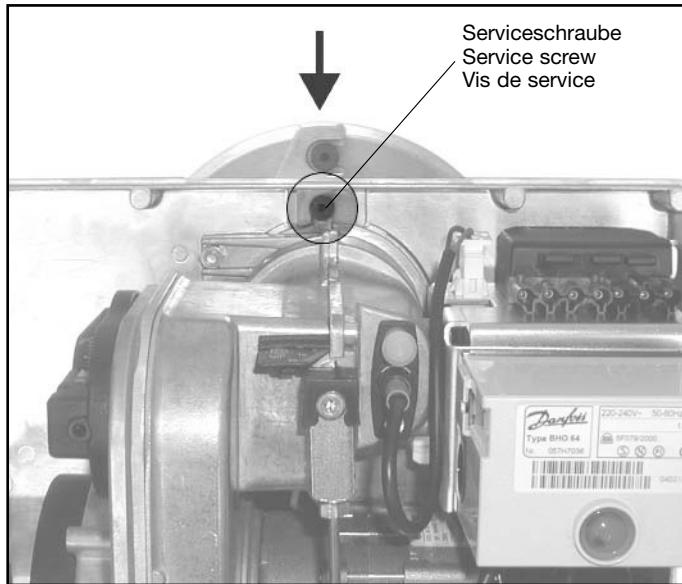

Abbildung 8 / Figure 8
- Serviceschraube lösen (siehe Abb. 8) und den Flansch mit Brennerrohr abnehmen.
Die Service-Schraube mit Innensechskant-Schlüssel 4 mm mit einer 1/2 Umdrehung lösen (siehe Abb. 8), den Brenner nach links verdrehen und aus dem Brennerrohr herausziehen. Anschließend in Serviceposition eihängen.
- Service screw loosen (see fig. 8) and the flange with the burner pipe to take off.
Loosen the service screw by 1/2 turn using a 4 mm hexagon socket wrench (see fig. 8). Turn the burner to the left and remove it from the burner pipe. After that, replace it in the service position.